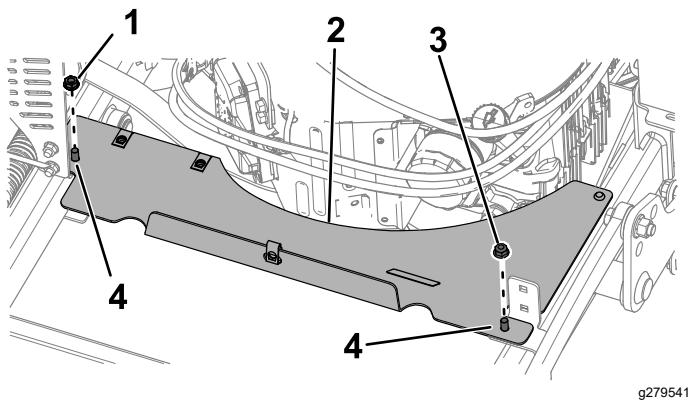

Bild 32
1. Schraube – 5/16" x 1" (2) 2. Riemschutzvorrichtung
4. Entfernen Sie die Sechskantmutter (5/16"), mit der die Schutzverlängerung an den Schlossschrauben befestigt ist (Bild 32). Entfernen Sie die Schutzverlängerung.
1. Montieren Sie die hintere Schutzverlängerung, wie in Bild 32 dargestellt. Ziehen Sie die Mutter auf ein Drehmoment von 20-24 Nm an.